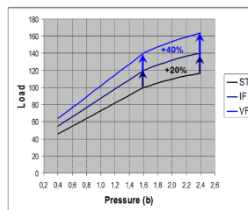

Figure 4 : Capacité de pression/charge des pneus standard, IF et VF
**norme « IF » et « VF »** : Pour une dimension de pneu donnée, les pneus IF peuvent supporter une charge supplémentaire de 20 % à la même pression. Le gain est de 40 % avec des pneus VF (cf. figure 4)